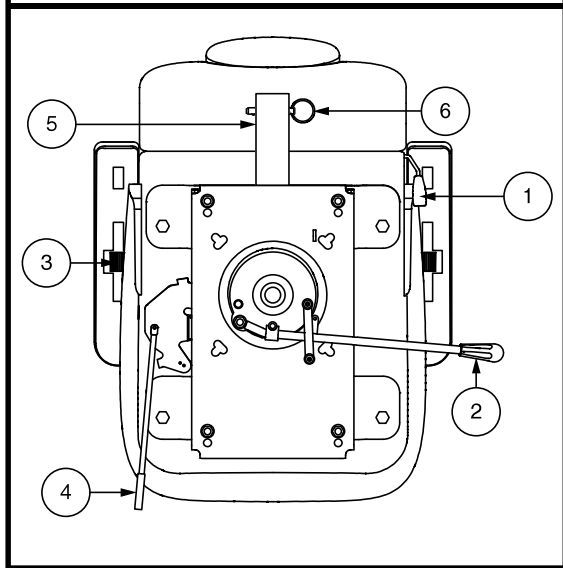

Figura 14. Regolazioni del sedile
Se lo scooter è dotato di uno schienale reclinabile, per regolare il sedile reclinabile dello scooter, osservare questi passaggi. Vedere figura 14.
**Vedere figura 14.**
L'inclinazione del bracciolo dello scooter è regolabile verso il basso o verso l'alto ruotando l'apposito selettore. **Vedere figura 14.**
1. Tirare verso l'esterno la leva scorrimento sedile (ubicata sul lato inferiore sinistro del sedile). **Vedere figura 14.**
La staffa accessoria montata posteriormente consente di collegare un accessorio personale, come un cestino, un porta-deambulatore, o una bombola di ossigeno alla parte posteriore dello scooter. Utilizzare il perno di fermo per fissare in modo sicuro l'oggetto alla staffa accessoria. **Vedere figura 14.** Per dettagli rivolgersi al fornitore autorizzato.